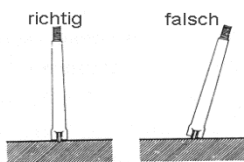

Abb. 8
- * Lors de la mesure des températures de surface, assurez-vous d'un bon contact de la sonde de température avec la surface à mesurer (Fig. 8).